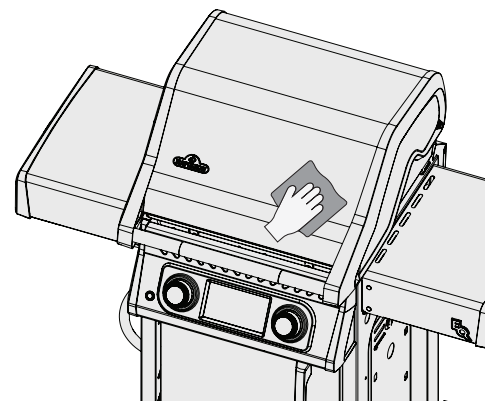

Fig. 9
- Tørk alltid i retning av kornstrukturen. (Fig. 9)